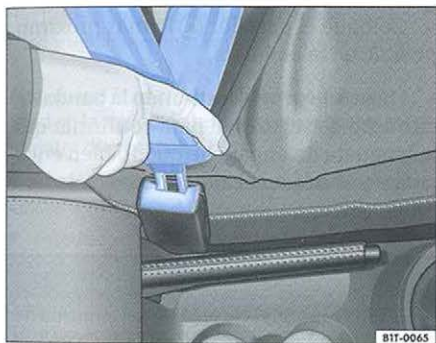

Fig. 10 Hebilla y lengüeta del cinturón de seguridad
- Introduzca la lengüeta de enganche en el respectivo alojamiento de la hebilla en el asiento, hasta encajarla oyendo el “clic” característico ⇒ fig. 10.